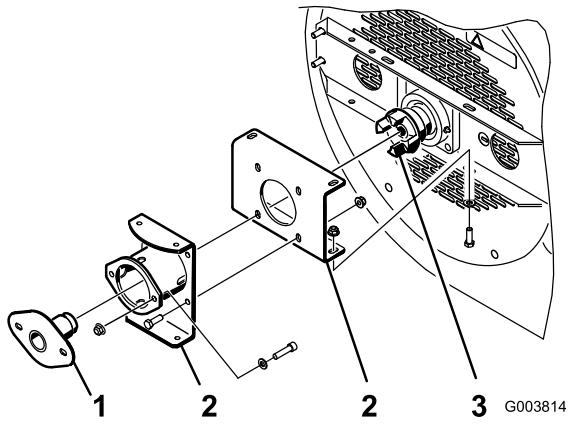
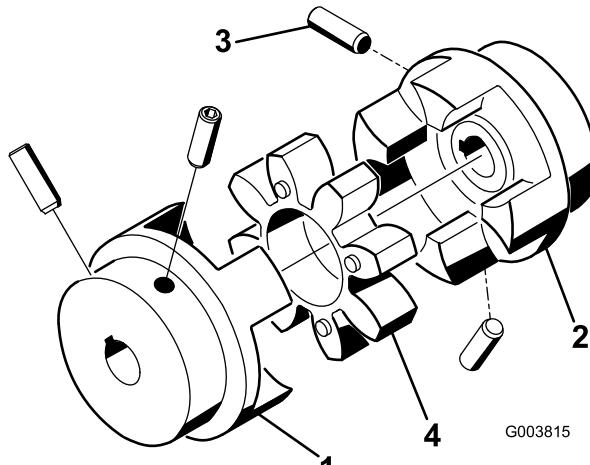

Рисунок 13
Рисунок 14
1. Убедитесь в том, что монтажные кронштейны установлены на корпусе воздуходувки, но болты и гайки не затянуты (Рисунок 13).
2. Вставьте инструмент для выравнивания подшипников сквозь монтажные кронштейны и в соединитель вентилятора (Рисунок 13). Убедитесь в том, что крестообразная муфта (Рисунок 14) не находится в муфте.
- Установочные винты, крепящие муфты двигателя и вала вентилятора (Рисунок 14), необходимо затянуть с моментом 58 – 82 фунт-дюйма.